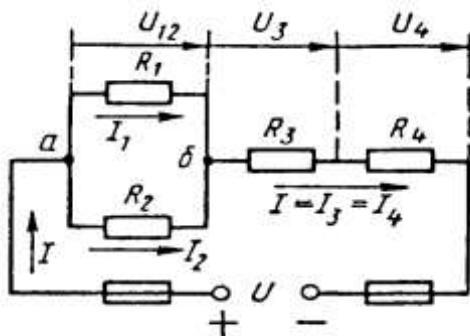

Рис. 1
Условие задачи. Цепь постоянного тока со смешанным соединением состоит из четырех резистором. Заданы схема цепи (рис. 1), значения сопротивлений резисторов:
2) обозначим токи I_1, I_2, I_3, I_4 на (рис. 1) стрелками и определим их значения из формулы мощности:
Формулировка закона: алгебраическая сумма токов в узловой точке равна нулю. Математическая запись для узла б схемы цепи рисунок 1:
В замкнутом контуре (рис. 1) приложенное напряжение U (аналогично ЭДС при внутреннем сопротивлении источника тока, равном нулю) и падения напряжения